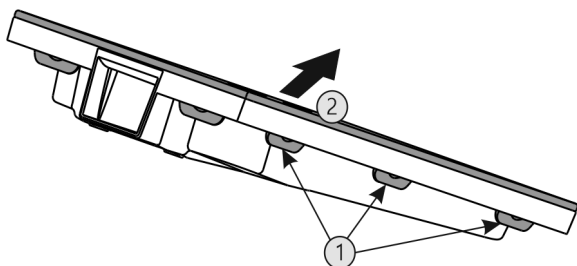

Fig. 72
- ▶ Premere una dopo l'altra tutte le linguette Fig. 72 (1) e rimuovere la copertura Fig. 72 (2).